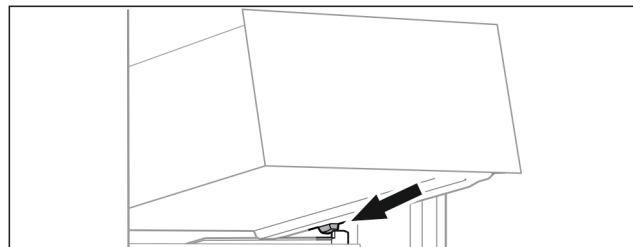

Fig. 113
- Placer le tiroir, en l'inclinant, derrière les butées sur la nervure de récipient. (voir Fig. 113)